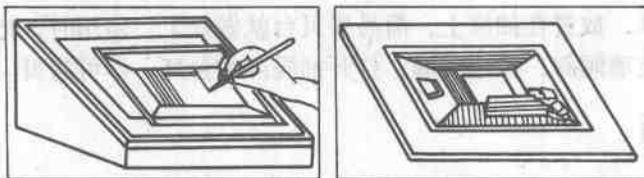

图 1-10 拷贝台拷贝
3) 把别在一起的图稿、图纸放在拷贝台玻璃上，直接进行描摹，如图 1-10 所示。